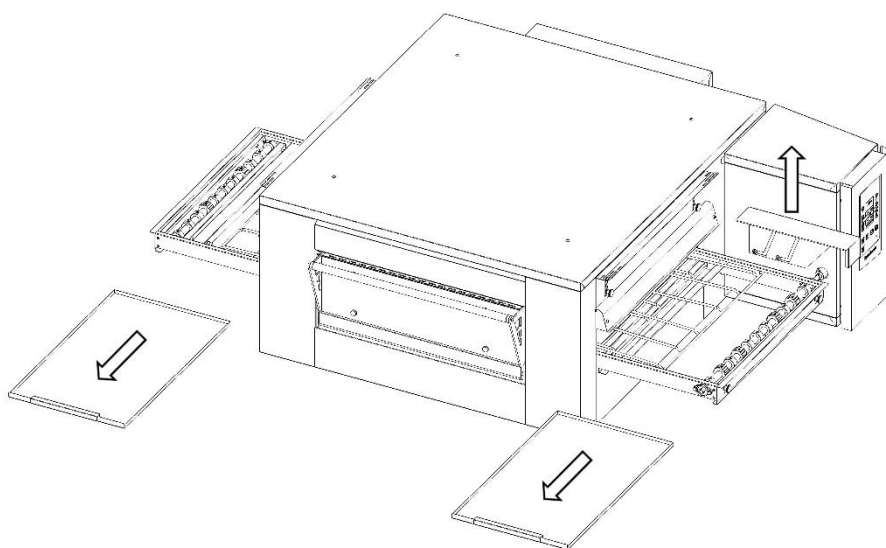

Fig.1A
2. Togliere i cassettei di ingresso e di uscita dal bancale rete (vedi Fig.1A paragrafo 9.3.1).
3. Togliere il carter giunto rete svincolandolo dall'aggancio spostandolo verso l'alto rete (vedi Fig.1A paragrafo 9.3.1).
2. Togliere i cassettei di ingresso e di uscita dal bancale rete (Fig.1A).
3. Sollevare il carter giunto spostandolo verso l'alto (Fig.1A).